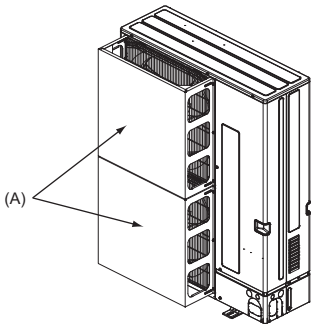
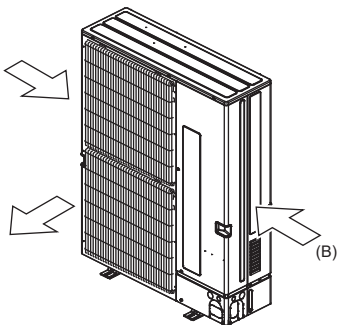

Fig. 2-4
Fig. 2-5
- Si la unidad está situada en un lugar expuesto a vientos fuertes como huracanes que puedan entrar en la salida de aire, coloque una guía de protección de aire opcional. (Fig. 2-4)
- (A) Guía de protección de aire
- Coloque la unidad de manera que la salida de aire sople en dirección perpendicular a la dirección estacional del viento, si la conoce. (Fig. 2-5)
- (B) Dirección del viento